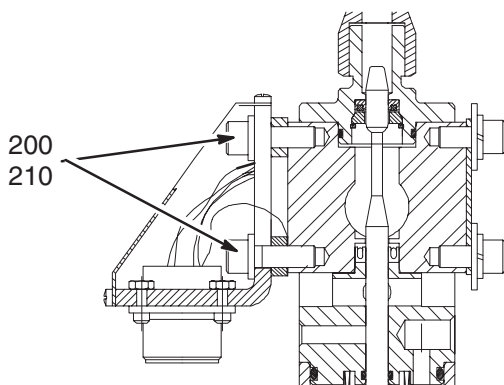

Fig. 13
- b. Retire los dos tornillos [Fig. 13, ítem (200)], las dos arandelas (210), y separe cuidadosamente del cuerpo de la válvula dispensadora el receptáculo y el anillo de conexión a tierra (390). El cartucho calentador (270) y el sensor (320) saldrán del cuerpo de la válvula dispensadora.
5. Vuelva a conectar la válvula dispensadora al receptáculo (Fig. 13):
- a. Vuelva a conectar y a sujetar el terminal anular (390) al tornillo de cabeza hueca (200).
- b. Vuelva a colocar la base del receptáculo al cuerpo de la válvula dispensadora y sujétela con los dos tornillos de cabeza hueca [Fig. 13, Items (200) y (210)].